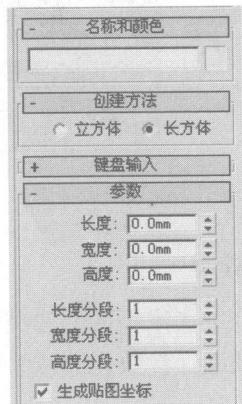

图 1-6 长方体的创建参数
- ② 在系统默认的状态下，界面有 4 个视图。激活左上角的顶视图，在“对象类型”卷展栏内单击“长方体”按钮，这时会出现长方体的创建参数，如图 1-6 所示。